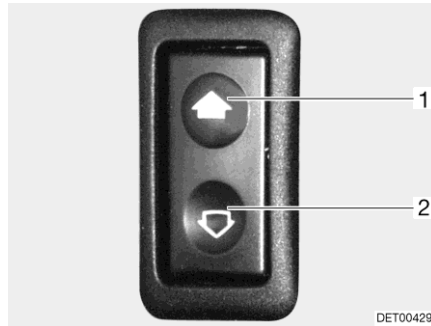

Fig. 36 Interrupteur pour lève-vitre électrique
- Ouvrir* : ■ Pousser l'interrupteur vers le bas (Fig. 36,2).
- Fermer* : ■ Pousser l'interrupteur vers le haut (Fig. 36,1).